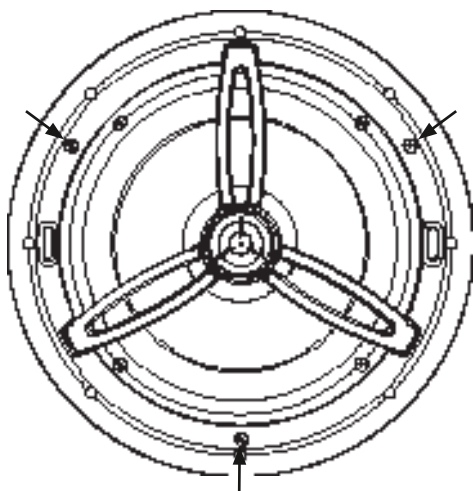

Fig 5 / Schéma 5 / Abb. 5 / Fig 5 / Fig 5 / Fig 5
STEP 3: Place the speaker in the hole cutout, tighten baffle mounting screws and place grill on the speaker to finish the installation. (Fig 5)
SCHRITT 3: Positionieren Sie den Lautsprecher im Ausschnitt, ziehen Sie die Montageschrauben für den Tieftonlautsprecher an und setzen Sie zum Abschluss der Installation den Grill auf den Lautsprecher. (Abb. 5)
FASE 3: porre l'altoparlante nella sagoma del foro, assicurare le viti di montaggio del baffle e porre la griglia sull'altoparlante per terminare l'installazione. (Fig. 5)
ETAPA 3: Insira o alto-falante no recorte do orifício, aperte os parafusos de montagem de e coloque a grelha no alto-falante para finalizar a instalação. (Fig. 5)
PASO 3: Coloque el altavoz en el corte ahuecado, ajuste los tornillos de montaje del deflector y coloque la parilla sobre el altavoz para finalizar la instalación. (Fig. 5)